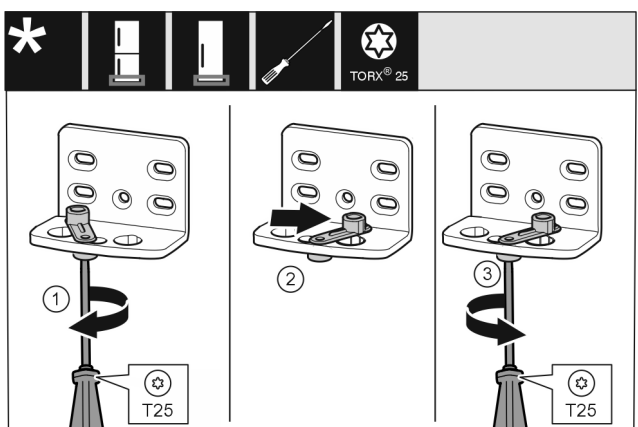

Fig. 11
- Visser la vis sans serrer avec un tournevis T25. *Fig. 11 (1)*
- Soulever le ressort de fermeture et le tourner de 90° à droite dans l'alésage. *Fig. 11 (2)*
- Serrer la vis avec un tournevis T25. *Fig. 11 (3)*